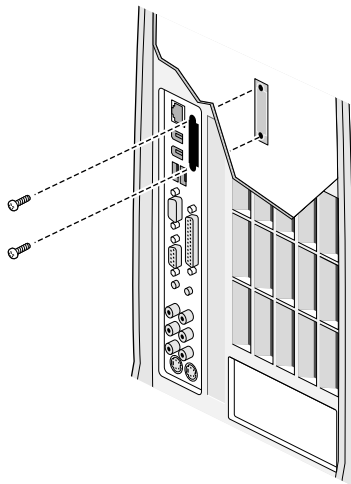

Figura 5-8 Removendo o painel vazio de E/S
5. Localize o painel vazio de E/S da placa opcional da interface digital de tela plana na parte posterior da estação de trabalho. Veja a Figura 5-8.